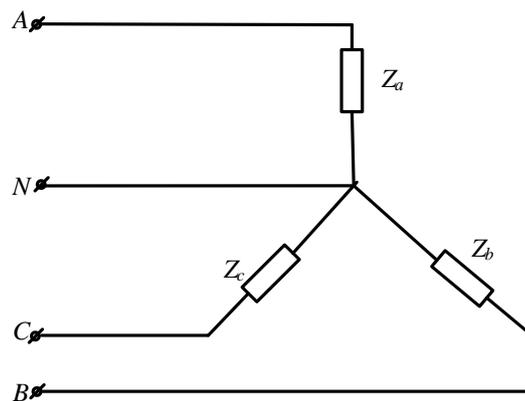

Рисунок 52
**Задача 54.** В схеме (рис.52)  $U_{\text{л}}=380\text{В}$ ;  $Z_A=6+j8(\text{Ом})$ ;  $Z_B=24+j7(\text{Ом})$ ;  $Z_C=20\text{Ом}$ . Рассчитать фазные и линейные токи, ток нулевого провода, активную и реактивную мощность цепи, построить векторную диаграмму токов.